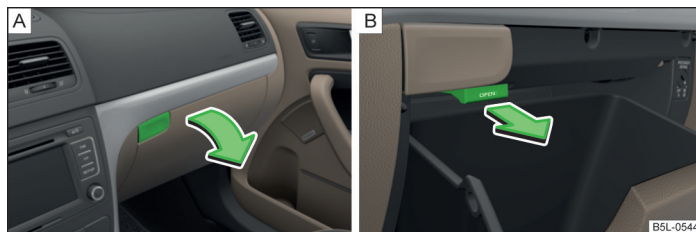

Fig. 70 Abrir el compartimento guardaobjetos / Abrir la entrada de aire
► Pulse la tecla » fig. 70 - [A].
- La entrada de aire se abre tirando de la palanca en sentido de la flecha » fig. 70 - [B].